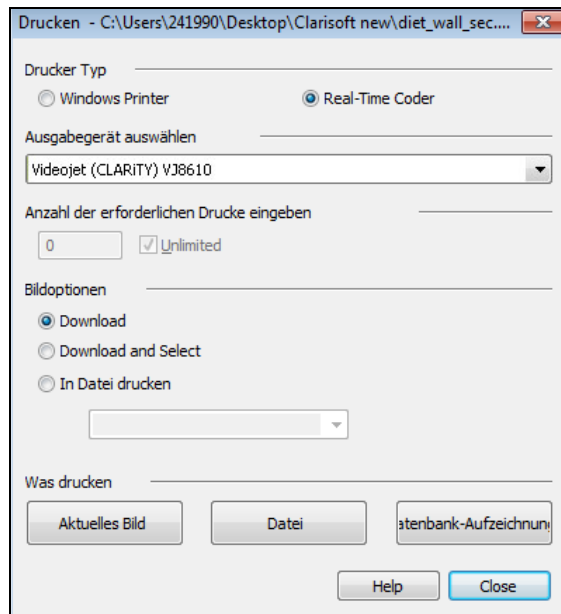

Abbildung 5-22: Ausgabegerät auswählen
- 2 Klicken Sie in der CLARiSOFT-Symbolleiste auf das Druckersymbol. Das Fenster *Druck* wird angezeigt (siehe Abbildung 5-22 auf Seite 5-21).